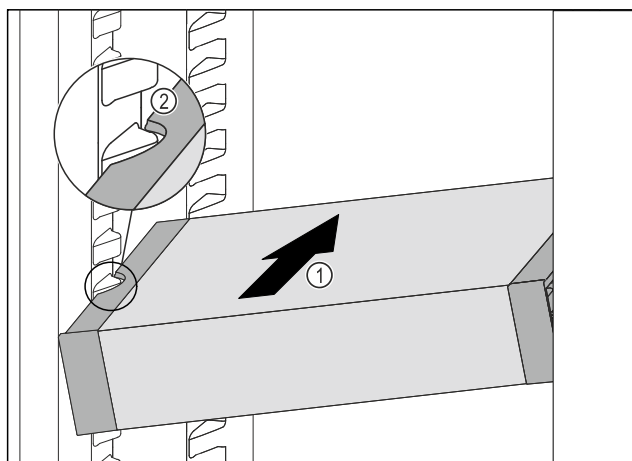

Fig. 190
- VarioSafe gurajte koso u hladnjak Fig. 190 (1) sve dok se bočni otvori Fig. 190 (2) ladice VarioSafe ne nađu na visini žlijeba spremnika u hladnjaku.